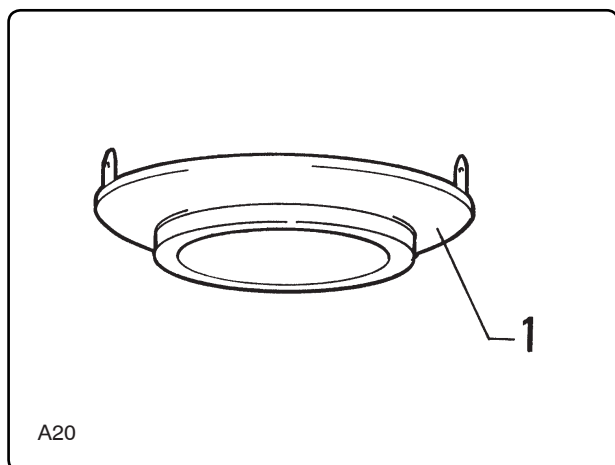

Fig. 6.4.1
6.4.1 - Ciclone estraibile (fig. 6.4.1)
6.4.1 - Removable separator (fig. 6.4.1)
6.4.1 - Ciclón extraíble (fig. 6.4.1)
6.4.1 - Uitneembare cycloon (afb. 6.4.1)